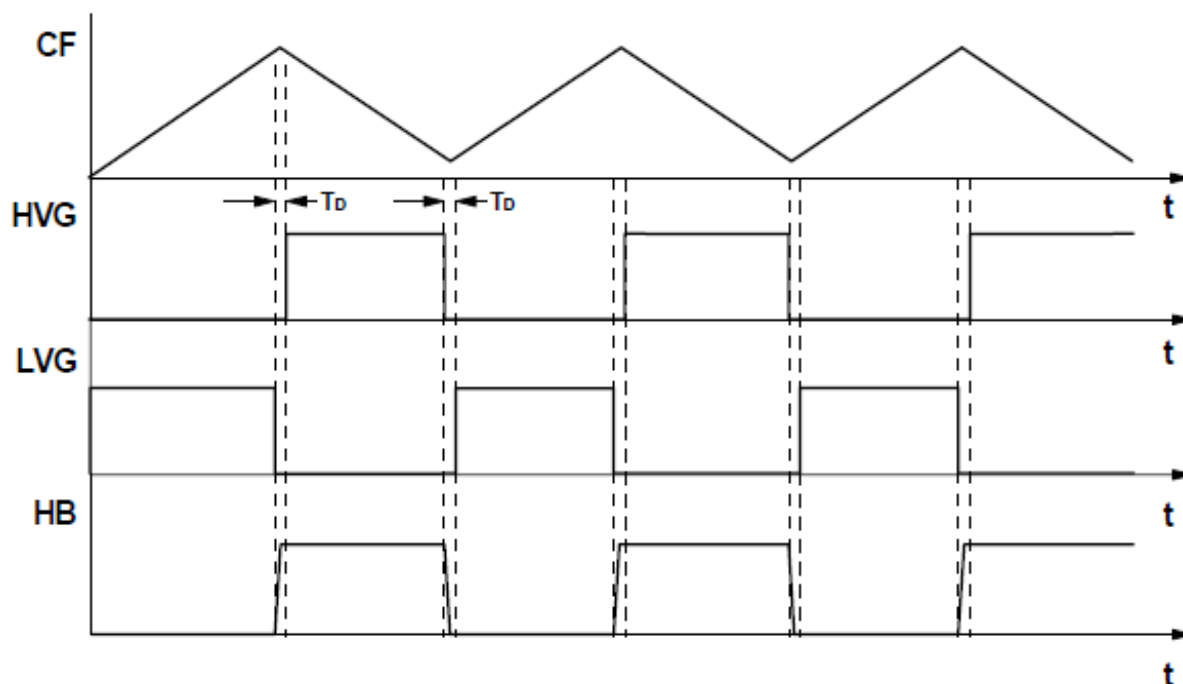

图 8-3 振荡器波形与栅驱动信号的关系
在图 8-3 中，振荡器波形与栅极驱动之间的时序关系示出了信号，以及半桥支路 (HB) 的摆动节点。注意，当振荡器的三角波向上倾斜时，低边栅极驱动器打开，而当三角波向下倾斜时，高侧栅极驱动器打开。这样，在启动时，或者当 IC 在突发模式操作期间恢复切换时，低侧 MOSFET 将首先接通，并对自举电容器充